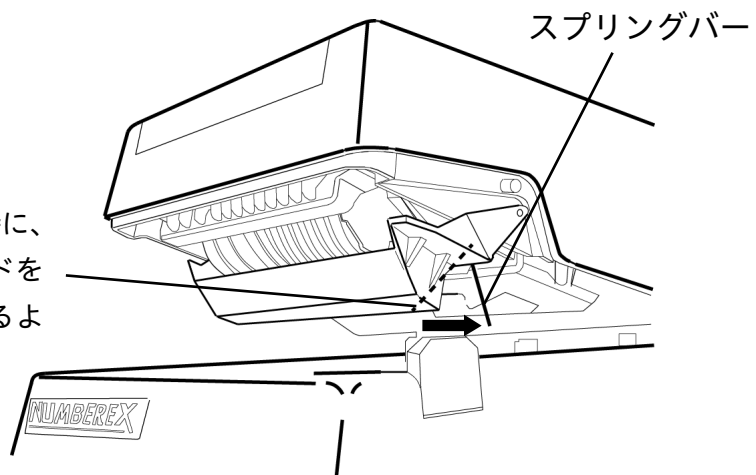

図10
- (2) 次に古いインクパッドをはずしてください。(次ページ図10参照)
- (3) 新しいインクパッドを取り付けてください。
※スプリングバーを後ろに押し付けて取り付けます。(次ページ図10参照)